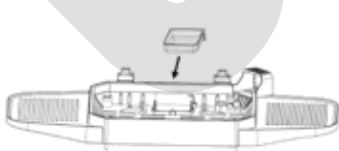

fig. 8
9. Introduzca el recipiente colector de grasa [17] (fig. 8). El recipiente se debe insertar en la carcasa de la parrilla y encajar firmemente. Para retirar el recipiente colector de grasa, debe presionarlo con cuidado ligeramente hacia abajo y, después, extraerlo.